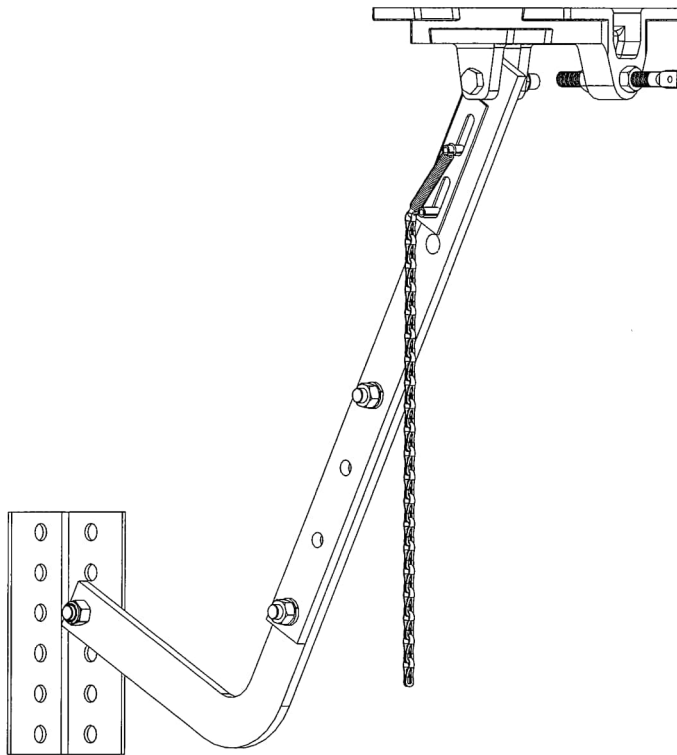

Figura 4 - Desconectar el brazo de transporte
1. Tirar de la cadena de desconexión hacia abajo, consultar la Figura 4.
2. Desconectar el brazo de transporte, consultar la Figura 4.